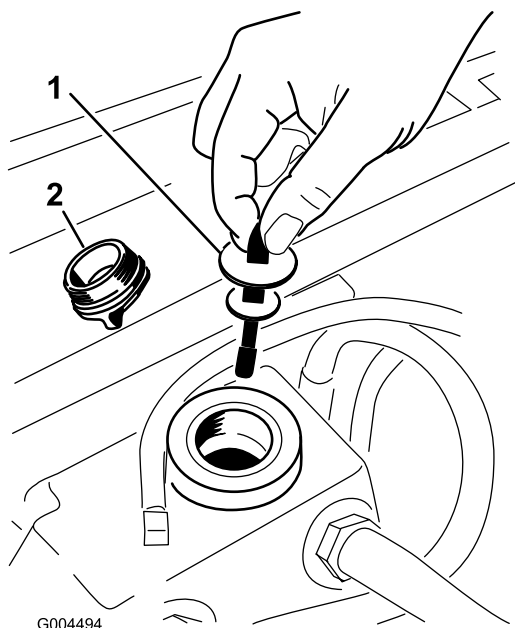

Figure 79
3. Enlevez le bouchon (Figure 79) du goulot de remplissage du réservoir hydraulique.
4. Retirez la jauge et essuyez-la sur un chiffon propre (Figure 79).
5. Remettez la jauge dans le goulot de remplissage, sortez-la de nouveau et vérifiez le niveau de liquide (Figure 79).